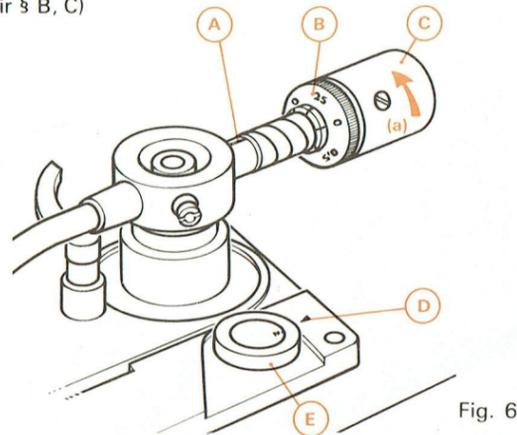

Fig. 6
B. EQUILIBRAGE DU BRAS (Fig. 6)
- 2° - Engager le contrepoids (C) sur l'extrémité libre du bras en le tournant jusqu'à encliquetage.
- 3° - Placer le « 0 » de la commande du réglage de compensation de la force centripète (« antiskating ») (E) en regard du repère fixe (D).
- 6° - Visser ou dévisser le contrepoids (C) pour amener le bras à l'horizontale.
C. REGLAGE COMBINE « FORCE D'APPUI ET COMPENSATION DE LA FORCE CENTRIPETE » (« ANTISKATING ») (Fig. 6)